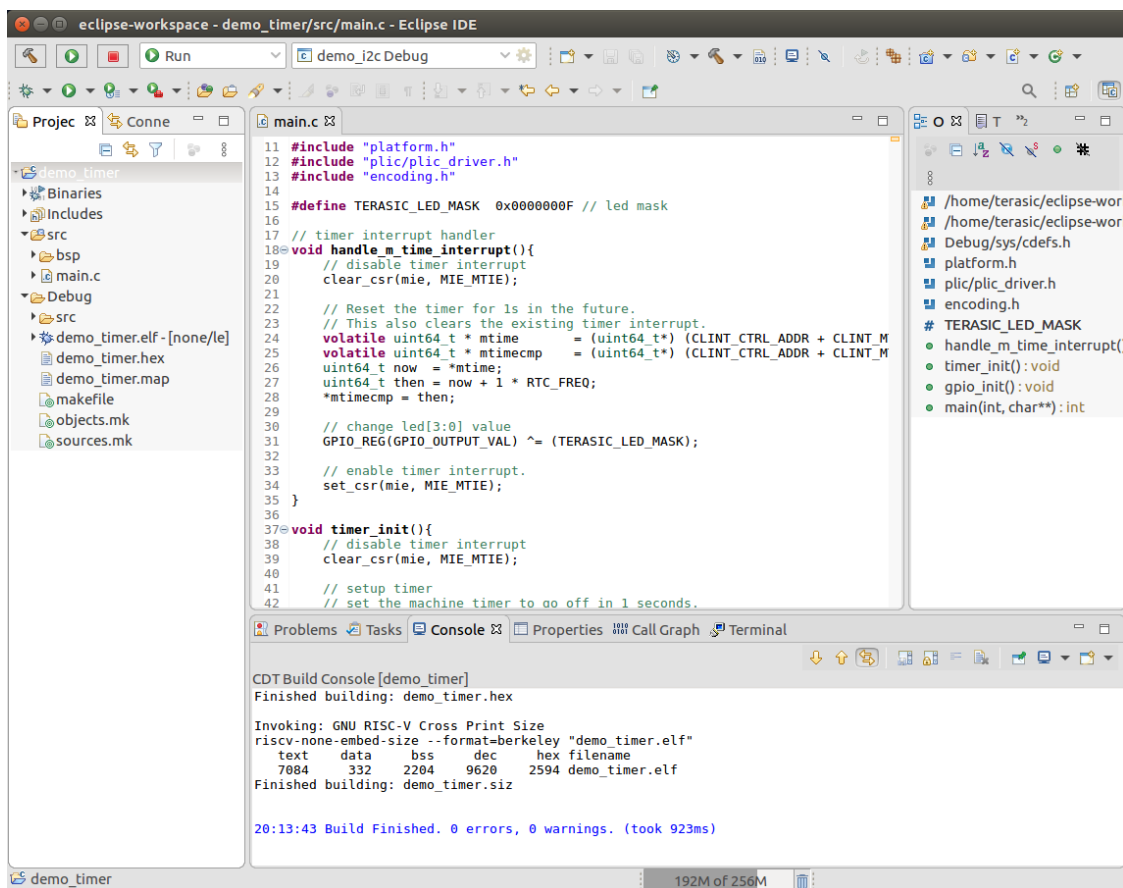

图4.2.14 删除 blinking_LED.map 文件
- 右键 Debug 下拉选项中的 "blinking_LED.map"，点击 Delete，删除完成后如图 4.2.14 所示。